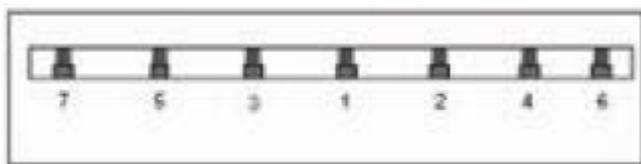

Рис. 42. Последовательность затяжки прижимной планки
8. Повернуть режущий вал к первому ножу, с которого начиналась регулировка. Слегка затянуть все болты прижимной планки, следуя схеме затяжки, приведённой на рис. 42. Повторить данный шаг на остальных ножах, затем окончательно затянуть каждый болт прижимной планки.